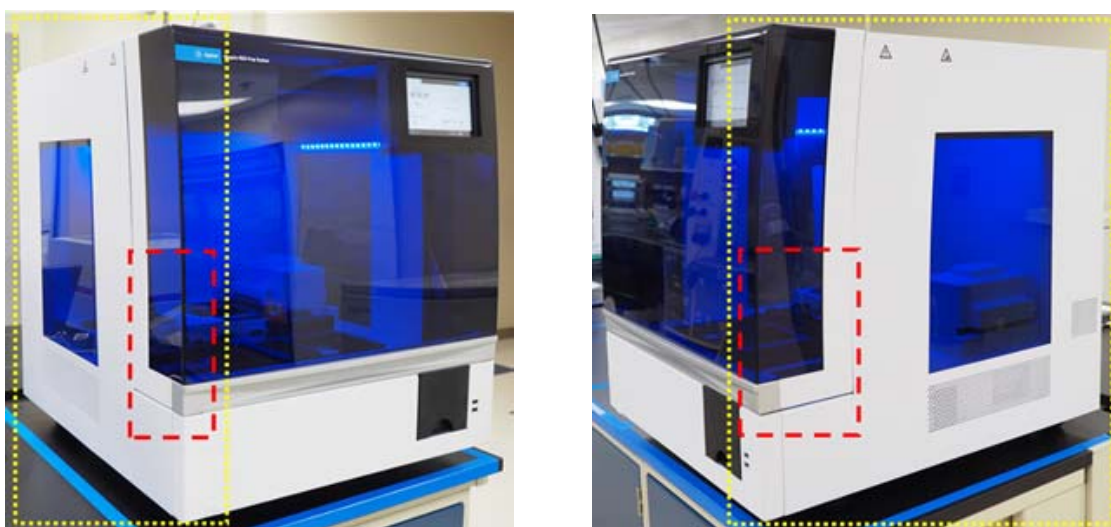

图 34 要擦拭的仪器左右两边的外表面
- c 仪器外部 – 左右两边：**用经过 70% 异丙醇弄湿的实验室擦巾，擦拭图 34 中用黄色勾勒出的仪器的左右两边。用红色勾勒出的区域需要特别注意并仔细清洁，因为这些区域是门在打开和关闭时需要抓握的地方。